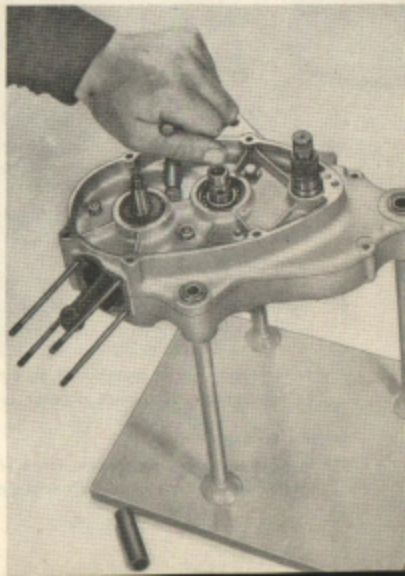

FIG. 24
- 55) Unir los dos semi-cárter con las tuercas de fijación de los tres prisioneros (llave de tubo de 10 mm) (Fig. 24).